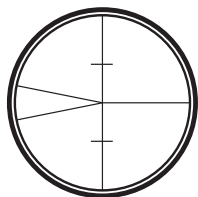

Fig. 3
1. **Stel het dradenkruis** (fig. 3) scherp door de telescoop op een heldere achtergrond te richten of door een wit vel papier voor de objectieflens te houden, en vervolgens aan het oogglas te draaien tot het dradenkruis scherp en zwart is.